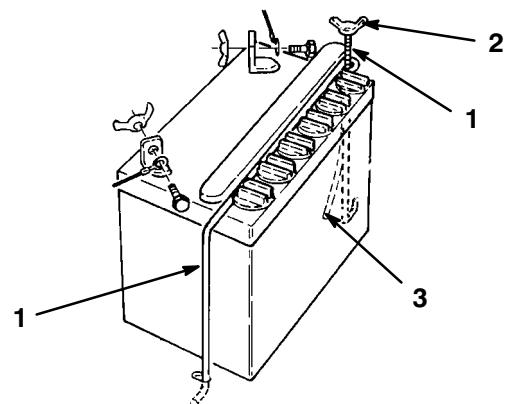

Abbildung 3
1. Die Flügelmutter entfernen, mit der die Batteriehalter am Fahrgestell der Maschine befestigt sind (Abb. 3).